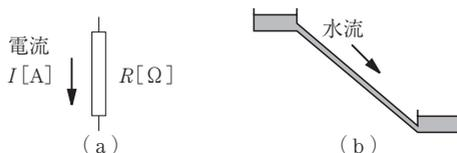

図 1.9
(2) 電位 1 図 1.9(a) に示すように抵抗 R に流れる電流 I を, 図 (b) の水タンクおよび水流と対比させて考えよう。電位は, 図 (b) のタンクの高さ, 電位差 RI は, タンクの高さの差と考えればよい。